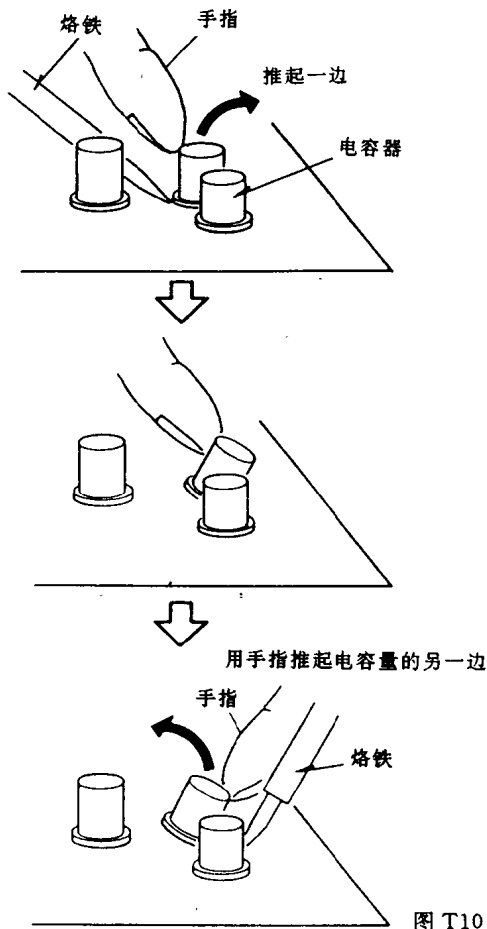

图 T10
- (1) 用烙铁给电容器的一边加热,并用手指推起电容器的一边(图 T10)。
- (2) 拆下其一脚。
- (3) 给电容器的另一边加热,并拆下它。